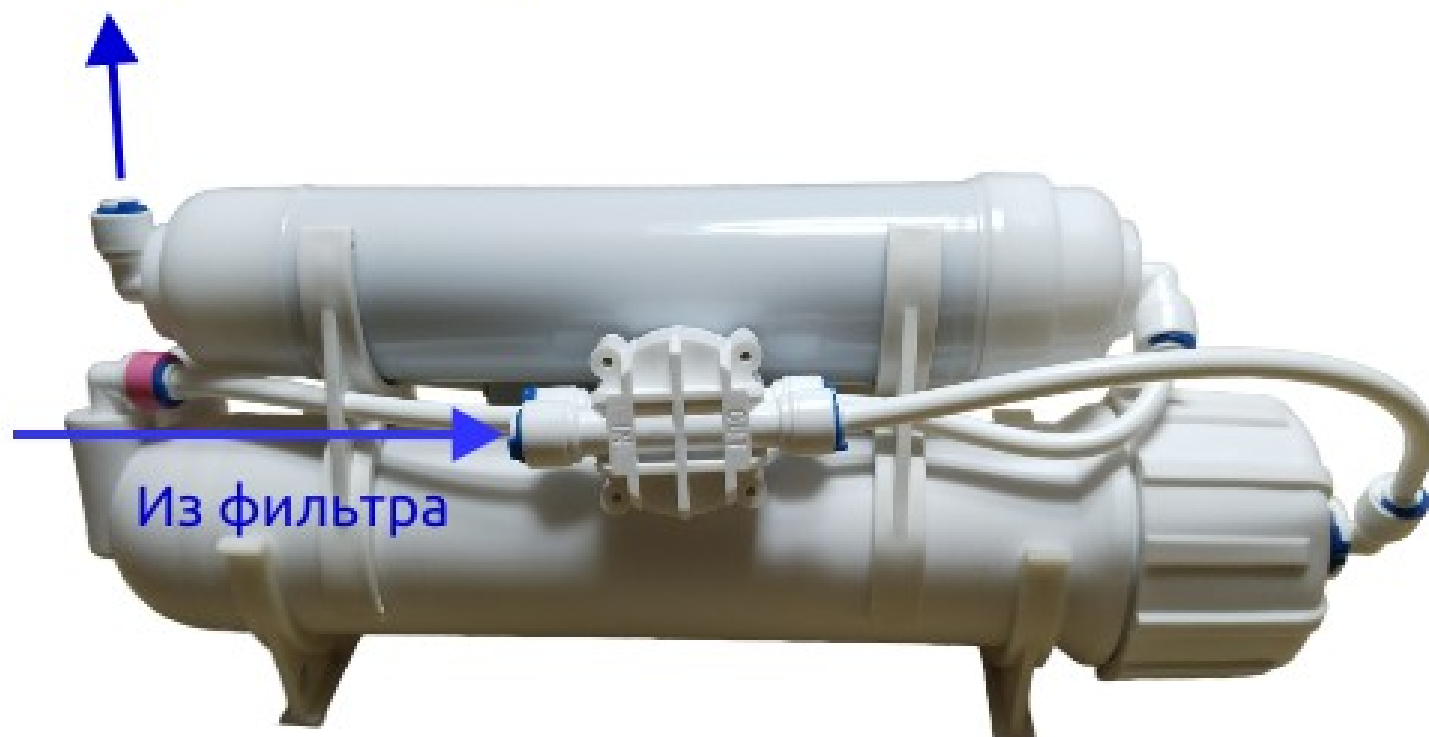

Рис. 3
3.4. Подключите выход фильтра поз. 4 к свободному порту автопереключателя поз. 7 (см. Рис.3). Здесь и далее соединения осуществляются трубкой ¼". Рекомендации по подключению трубок к быстроразъемным соединениям — см. Приложение 1.